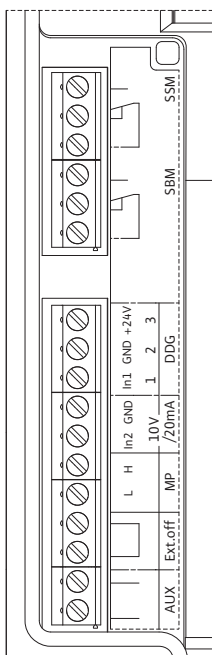

Fig. 30: Terminais de controlo
- Terminais de controlo (Fig. 30) (ver a ocupação na tabela seguinte)